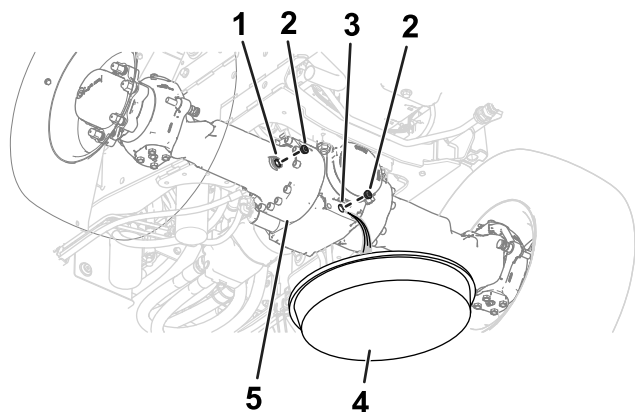
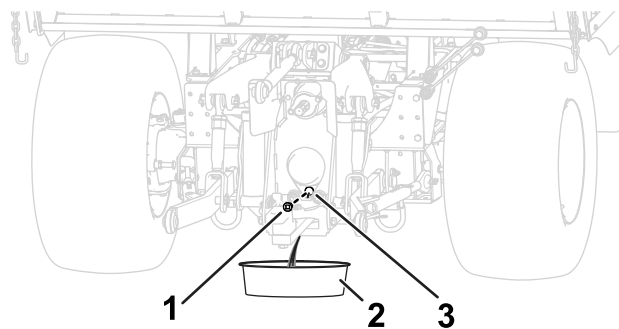

Figure 99
Figure 100
- Placez un bac de vidange sous le carter de différentiel du pont (Figure 99 et Figure 100).
- Enlevez les bouchons de l'orifice de contrôle et de l'orifice de vidange des carters de différentiel des ponts (Figure 99 et Figure 100).